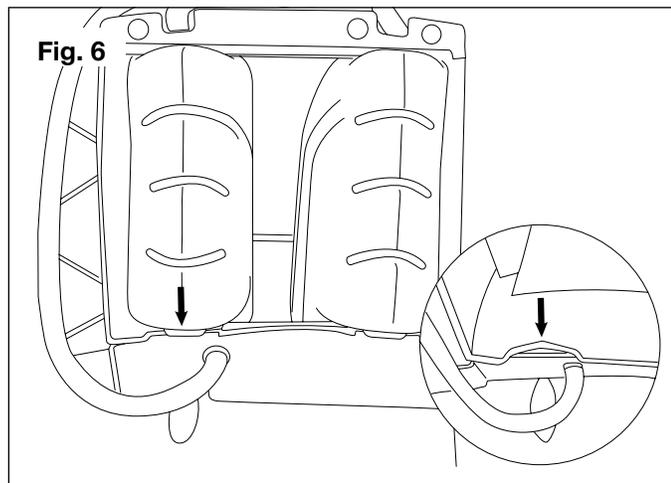

Fig. 6
5. Inserte las botellas de detergente (primero el extremo superior) debajo de las salientes de sus compartimientos de almacenamiento designados (Figs. 4 y 5). Luego trabe la parte inferior de las botellas en la ranura en forma de V para asegurarlas (Fig. 6).